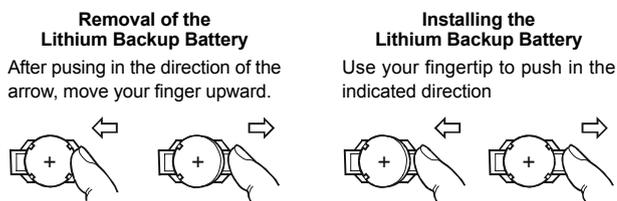

FIGURE 4
6. Suivre les prescriptions de la figure 4, enlever la vieille batterie, et la remplacer par une neuve du même type.